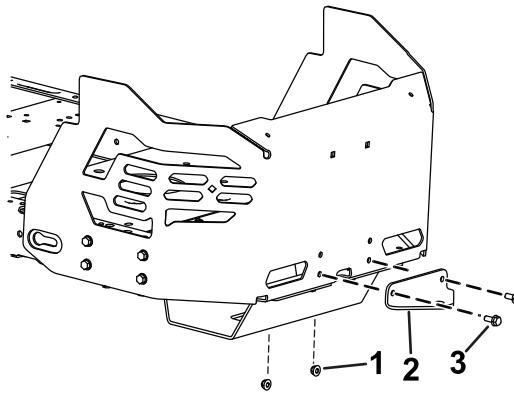

Figure 13
1. Retirez les 2 boulons, les 2 écrous et le support d'attelage existants au bas de la protection du moteur (Figure 13).